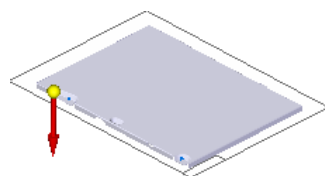

图 8.7.29 定义移除方向
(3) 定义法向除料特征属性。在命令条中单击“厚度剪切”按钮 和“全部穿透”按钮 ，并将移除方向调整至图 8.7.29 所示的方向。
(4) 单击 按钮，完成特征的创建。